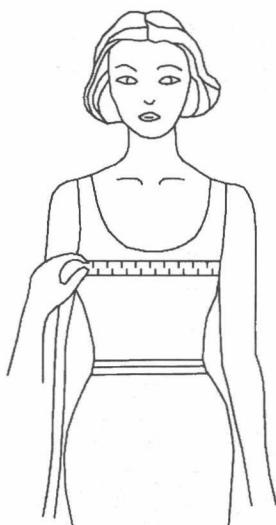

图 1-3 人体胸围测量
(1) 胸围 通过乳峰点水平围量一周，注意要根据不同的款式，加放适当松量，如图 1-3 所示。